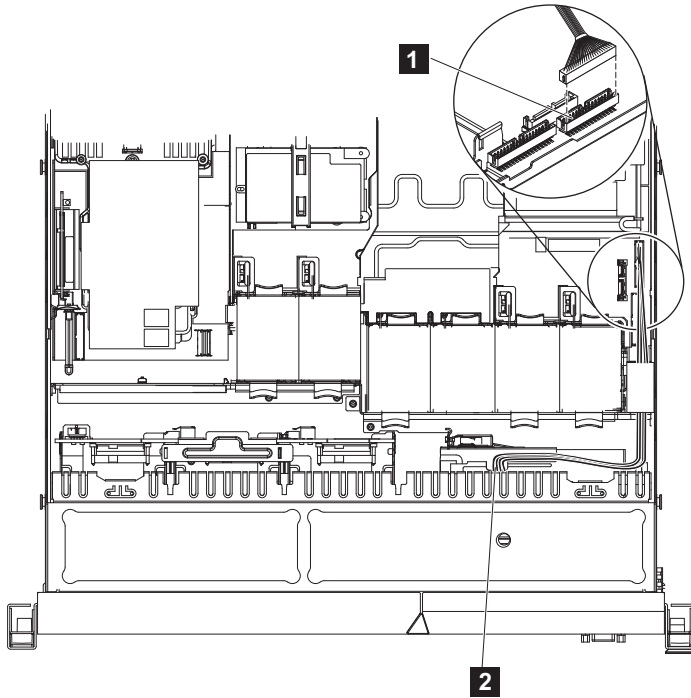

図 232. SAN ボリューム・コントローラー 2145-CG8 または 2145-CF8 オペレーター情報パネル・ケーブルの切り離し
3. 264 ページの図 232 に示すように、ノードの右側のビデオ/USB ケーブル・コネクタの上のコネクタからケーブルを切り離します。